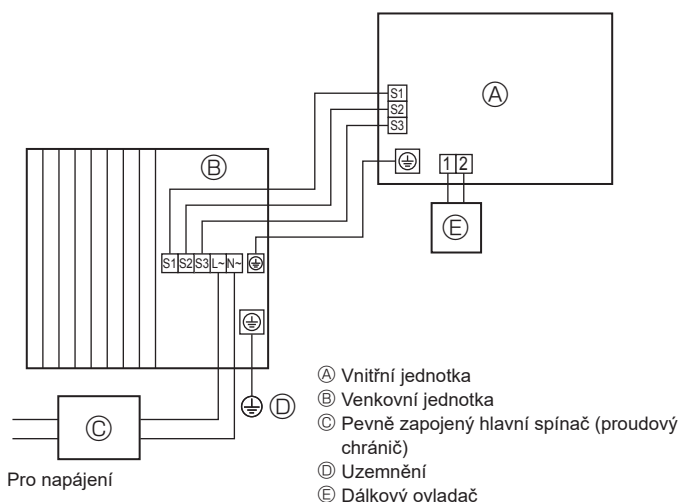
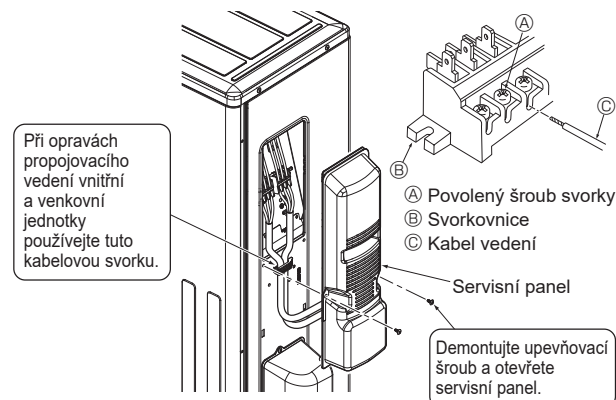

Fig. 6-1
Fig. 6-3
### 6.1. Venkovní jednotka (Fig. 6-1, Fig. 6-2, Fig. 6-3)
① Sejměte servisní panel.
② Zapojte kabely podle ilustrací Fig. 6-1, Fig. 6-2 a Fig. 6-3.